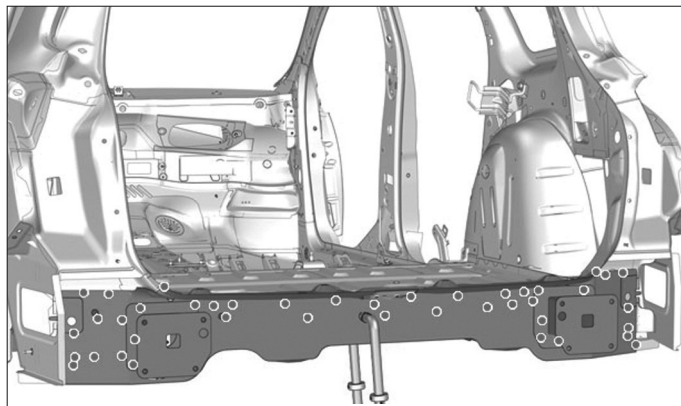

FIG. 200
- Souder par points électriques (Fig.200).